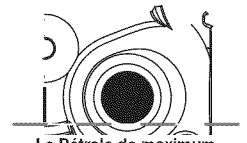
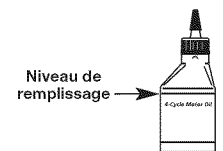

Fig. 24
Fig. 28
- Le regard dans le pétrole remplit le trou, utiliser une lampe de poche si nécessaire. Le pétrole doit être juste touchant l'intérieur plus fil (Fig. 24).
- Si le niveau d'huile ne touche pas le filetage le plus à l'intérieur dans le trou de remplissage de l'huile, ajoutez une petite quantité d'huile dans le trou de remplissage de l'huile et vérifiez à nouveau (Fig. 24). Répétez cette procédure jusqu'à ce que le niveau d'huile atteigne le filetage le plus à l'intérieur du trou de remplissage d'huile.
REMARQUE : Mesurez la quantité nécessaire à l'aide de la bouteille et de la buse utilisées lors de la mise en service. 90 ml (3,04 oz) correspond environ au haut de l'étiquette de la bouteille (Fig. 28). Vérifiez le niveau d'huile avec la jauge. S'il est trop bas, ajoutez un peu d'huile par l'orifice et revérifiez. Ne remplissez pas trop (Fig. 24).